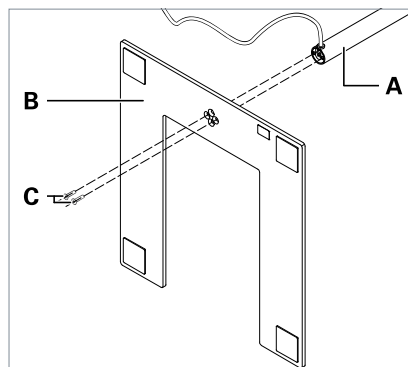

Fig. 2: Monter le bras vertical rond.
- Bras vertical rond, voir Fig. 2
- Si vous montez un **bras vertical rond** : fixez le bras vertical **A** avec les vis livrées **C** sur le pied du luminaire **B** de manière à ce que le câble de raccordement soit orienté vers l'arrière, voir Fig. 2.